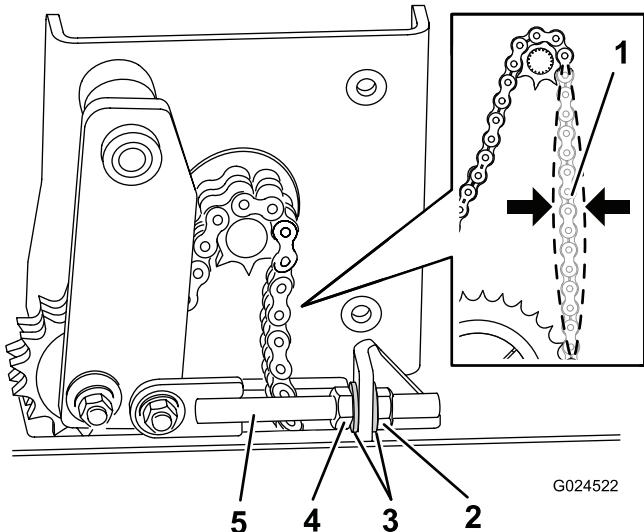

Figura 23
2. Afloje la contratuerca de la varilla tensora (Figura 23).
3. Ajuste la tensión de la siguiente manera (Figura 23):